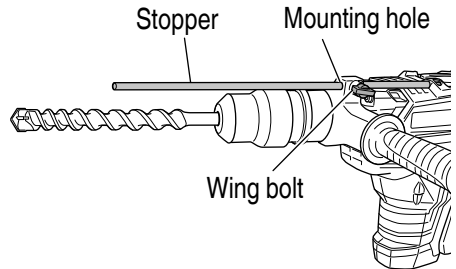

Fig. 19
5. Install the stopper (**Fig. 19**)